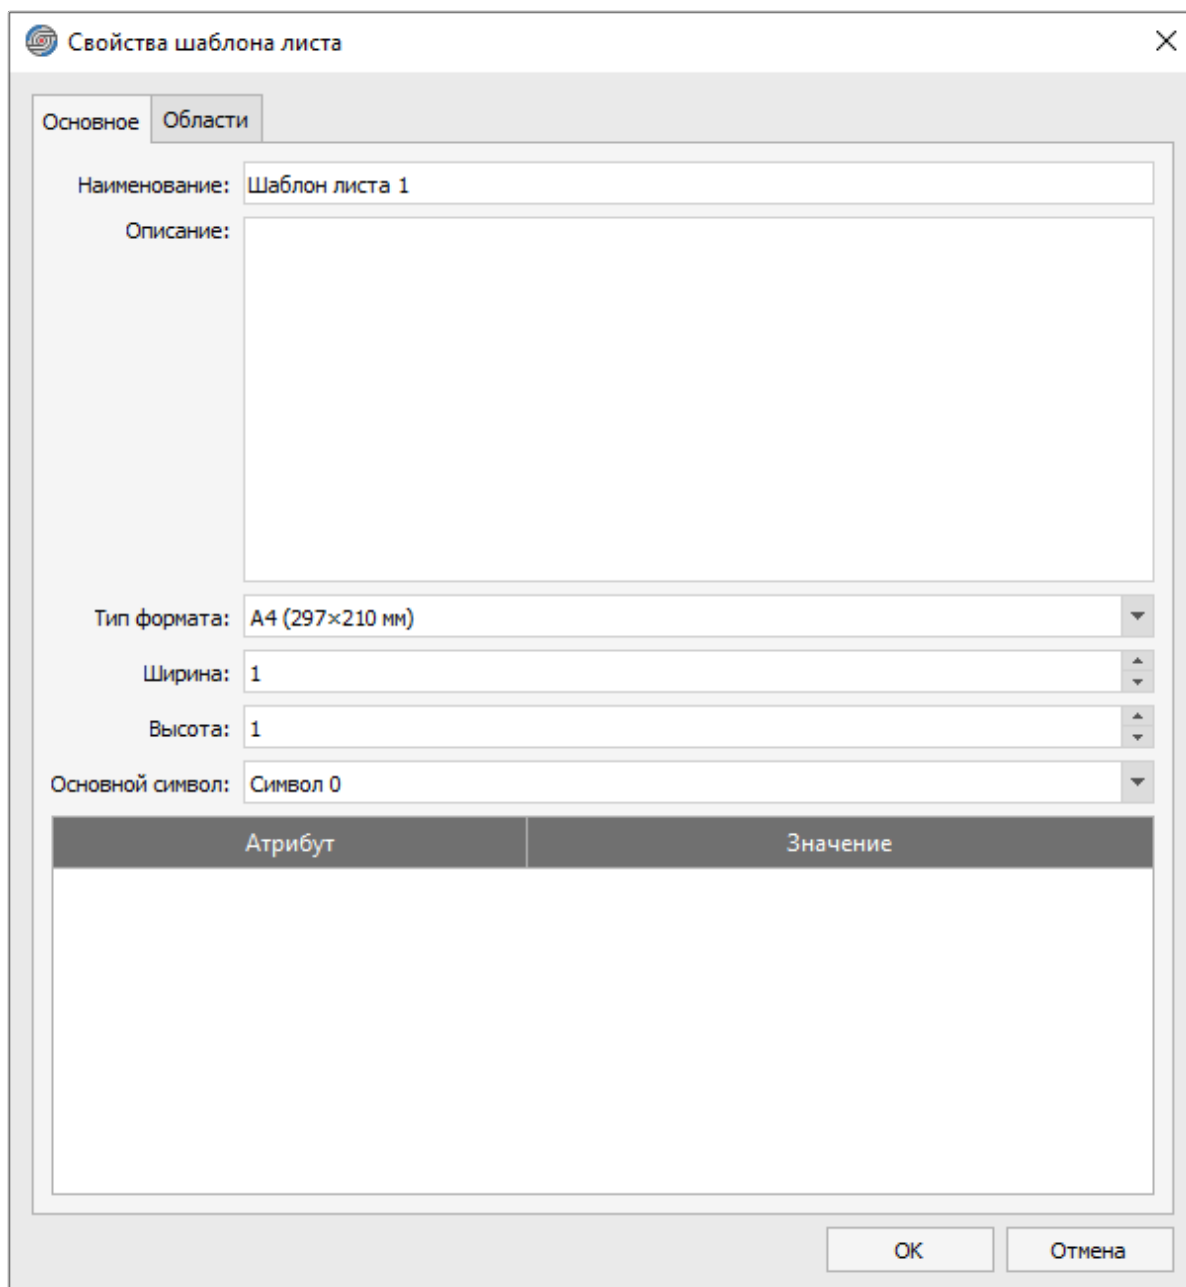

Рисунок 145. Вкладка «Основное» диалогового окна «Свойства шаблона листа»
- 2) В открывшемся диалоговом окне «Свойства шаблона листа» (см. рисунок 145) внести необходимые изменения на вкладках «Основное» и «Области».